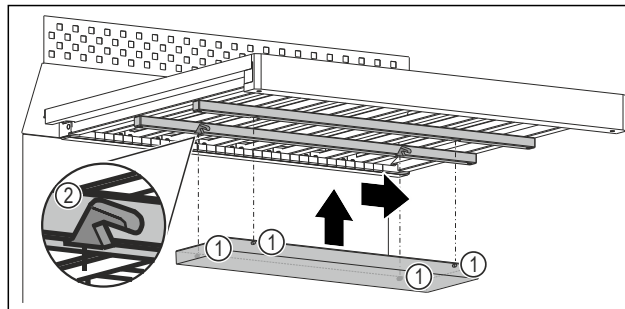

Fig. 110 Voorbeeldweergave
- Elke tuit Fig. 110 (1) in de betreffende uitsparing Fig. 110 (2) tegen de lijsten onder het houten rooster schuiven.